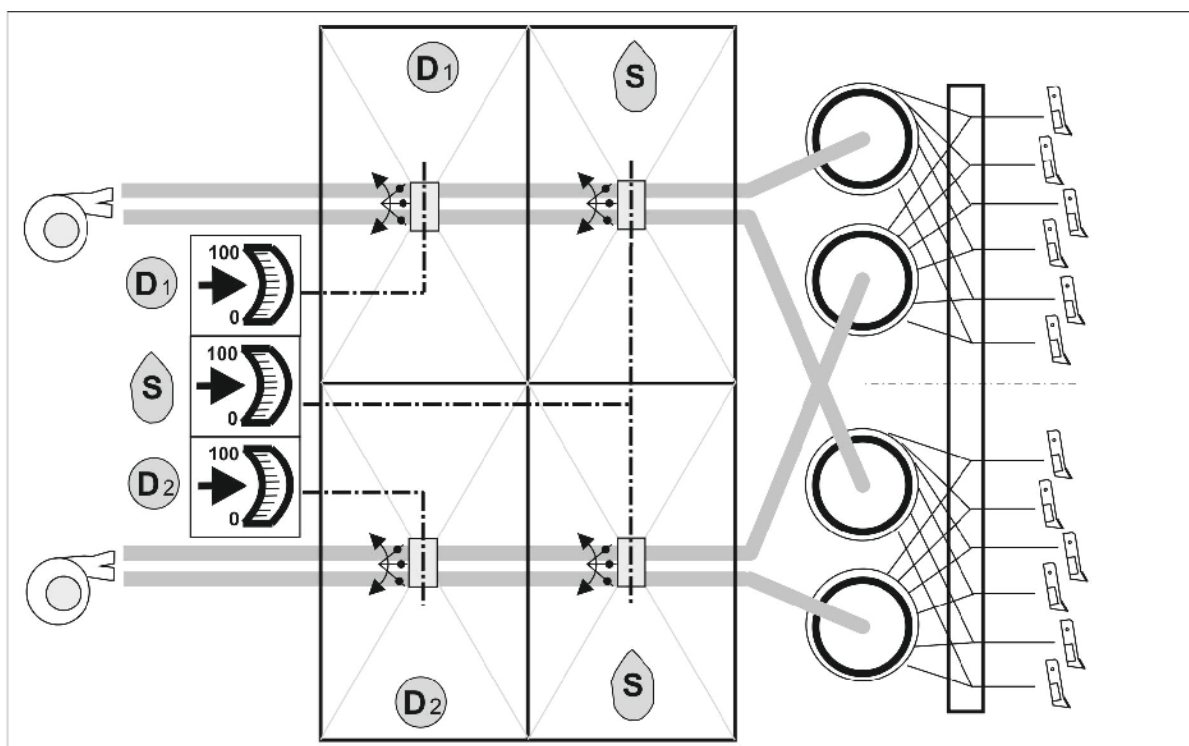

Рис. 28
- В зависимости от нужного расстояния между рядами на всех распределителях (Рис. 28/5) закройте некоторые выходные отверстия.